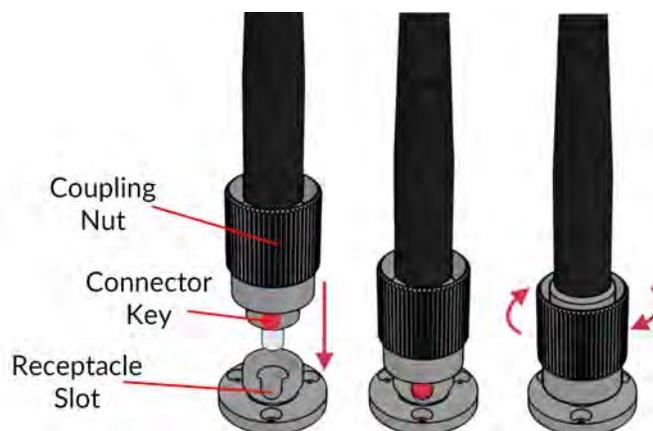

Figure 3.4 : Connecteur FC, Installation de la fibre
- Avec un connecteur FC, la **clé du connecteur doit être orientée de manière à entrer dans la fente du réceptacle** pour assurer une connexion adéquate (Fig. 3.4).